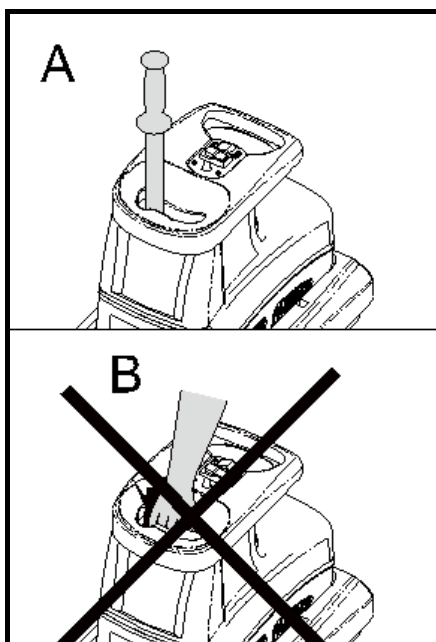

Fig.19
**Avertissement !** Utilisez toujours la tige poussoir lorsque vous souhaitez pousser les matériaux dans la trémie. Ne laissez jamais vos mains pénétrer dans la trémie. (Fig.19) N'utilisez jamais cet appareil si la trémie n'est pas montée. N'essayez pas d'atteindre des endroits difficiles à atteindre. Après utilisation, veillez à entretenir la tige poussoir.